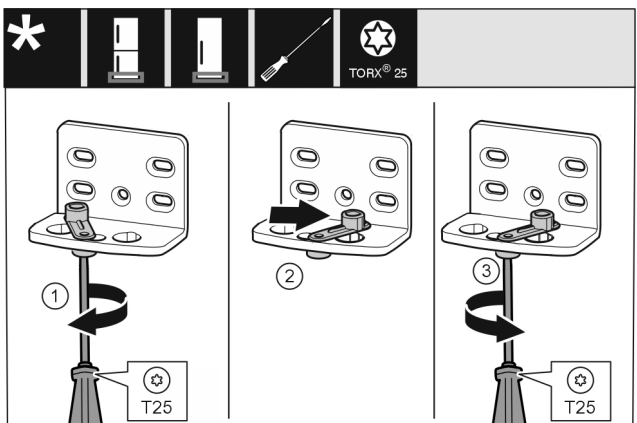

Fig. 17
- Allentare leggermente la vite Fig. 17 (1) con un cacciavite.
- Sollevare l'ausilio di chiusura della porta Fig. 17 (2) e ruotarlo nel foro di 90° a destra.
- Stringere la vite Fig. 17 (3) con un cacciavite.